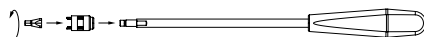

Rys. 7
- Zdemontować dystraktor wrzecionowy 11, patrz Rys. 7: